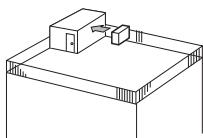

Fig. 2-2
- Hava çıkışını, en yakındaki duvara doğru, duvardan yaklaşık 35 cm uzaklıkta olacak şekilde yerleştirin. (Fig. 2-2)